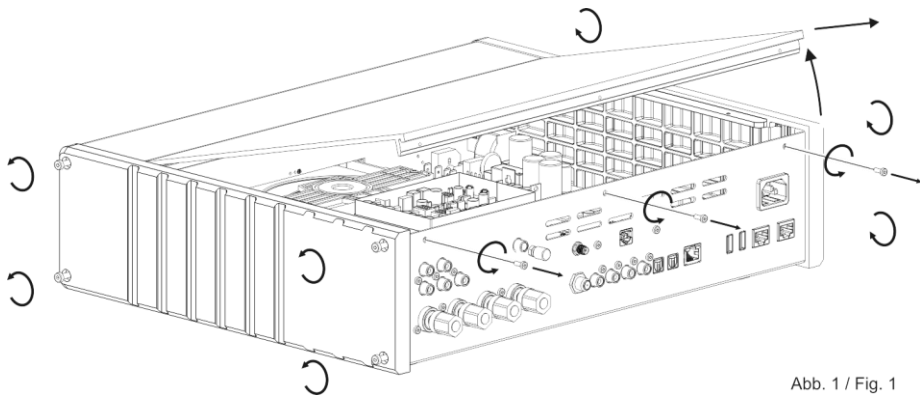

Abb. 1 / Fig. 1
- Entfernen Sie die drei Schrauben des Deckels und lösen Sie die 8 Schrauben der Seitenwangen (Abb. 1).
- Heben Sie als nächstes den Deckel wie in Abb. 1 gezeigt an der hinteren Kante an und ziehen Sie ihn nach hinten aus der Front heraus.
- To remove the top cover, raise the rear edge of the cover and lift it off towards the rear as shown in figure 1.